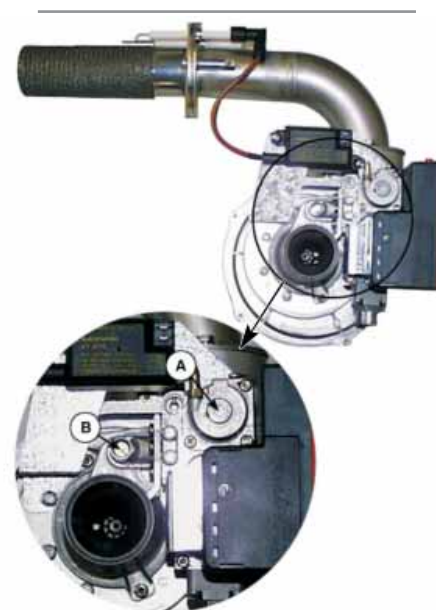

Fig. 5.e
2. Den Durchflussregler B (siehe Abb. 5.e) im Uhrzeigersinn zur Verminderung, entgegen dem Uhrzeigersinn zur Erhöhung drehen (aufgrund der Ansprechempfindlichkeit der Schrauben genügen geringste Drehungen);